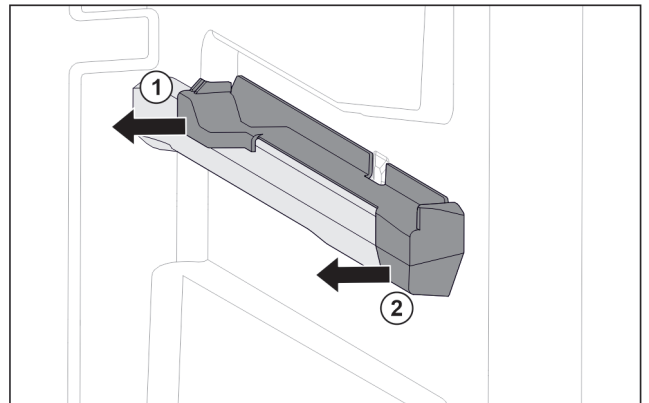

Fig. 114 Pieza de acoplamiento en la nervadura para recipientes derecha
- ▶ Retire la pieza de acoplamiento por detrás lateralmente. Fig. 114 (1)
- ▶ Retire la pieza de acoplamiento por delante lateralmente. Fig. 114 (2)